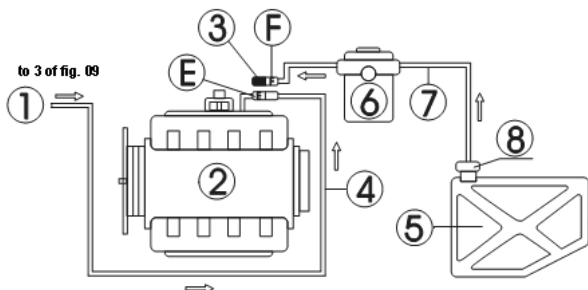

Рис. 10
Подключение шлангов двигателя без возвратного шланга, как показано на Рис. 10.
- 1) Отсоединить шланги подачи топлива (E, F) топливной системы двигателя (при отсоединении соединителя обернуть его куском ткани), и затем подобрать необходимый соединитель и подсоединить его к концу шланга E. Снова подсоединить топливный выпускной шланг установки и подвесить шланг возврата топлива. См. Рис. 10.
- 2) Закрывать другой конец отсоединенного конца шланга (F) надлежащей заглушкой, (использовать в том случае, если топливный насос имеет только функцию возврата топлива) или снять предохранитель топливного насоса, или отсоединить кабель питания топливного насоса.